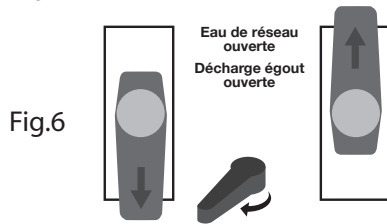

Fig.6
- 5) Au bout de 2 minutes positionner les vannes et l'inverseur comme indiqué sur la figure 6.